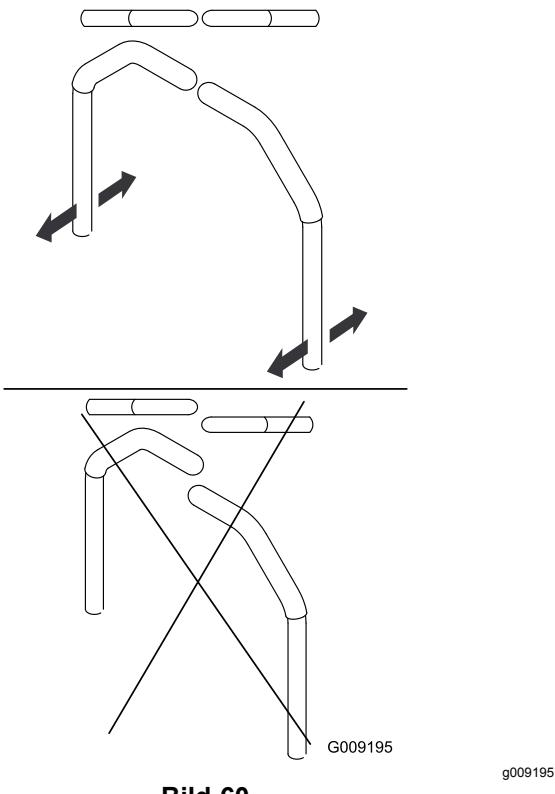

Bild 60
3. Richten Sie die Hebel in Längsrichtung aus. Bringen Sie die Hebel zuerst in der Neutral-Stellung zusammen und schieben Sie die Hebel dann so lange, bis sie ausgerichtet sind (Bild 60).